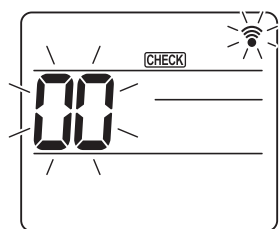
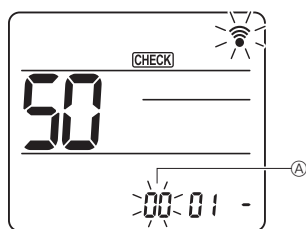
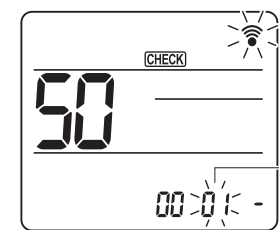
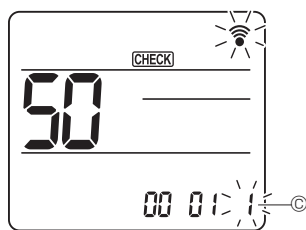

Fig. 7-16
Fig. 7-17
Fig. 7-18
Fig. 7-19
#### 7.4.2. Mediante el mando a distancia inalámbrico (Fig. 7-16, Fig. 7-17, Fig. 7-18, Fig. 7-19)
(Inicie esta operación con la pantalla de estado del mando a distancia apagada). [CHECK] (COMPROBAR) se ilumina y "00" parpadea. (Fig. 7-16)
- ② Configuración del número de unidad
Pulse el botón [DOWN] para seleccionar el número de unidad ②. (Fig. 7-17)
- ③ Seleccione un modo
Pulse el botón [DOWN] para seleccionar el número de modo ③. (Fig. 7-18)
- ④ Seleccione el número de ajuste
Utilice el botón [DOWN] para cambiar el número de ajuste ④. (Fig. 7-19)